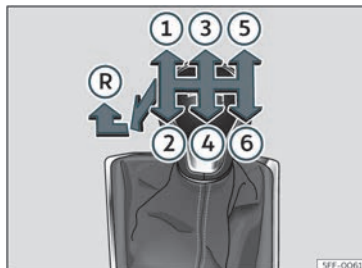

Fig. 141 Esquema de uma caixa de velocidades manual de 6 velocidades.
Na alavanca das velocidades indicam-se as posições das velocidades»» **Fig. 141**.
- Com a alavanca das velocidades em ponto morto, pressione-a para baixo, mova-a para a esquerda até ao fim e depois para a frente para selecionar a marcha-atrás»» **Fig. 141** (R).